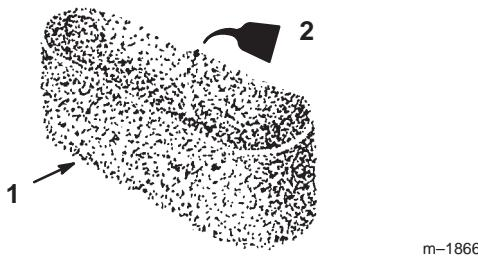

Bild 21
- Gießen Sie etwas Öl auf den Einsatz (Bild 21). Drücken Sie den Einsatz, um das Öl zu verteilen.